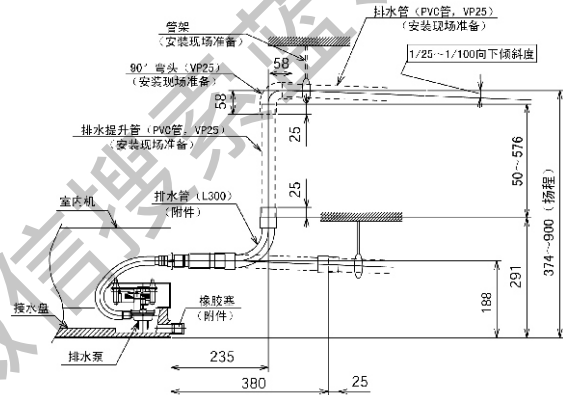

图7.5 排水管
- (1) 排水管的连接位置见图7.5。
- (2) 准备外径为32mm的聚氯乙烯管。
- (3) 用粘合剂和工厂提供的卡箍固定聚氯乙烯管到排水管上，排水管向下倾斜度为： $1/25 \sim 1/100$ 。
- (4) 接好排水管后作保温。